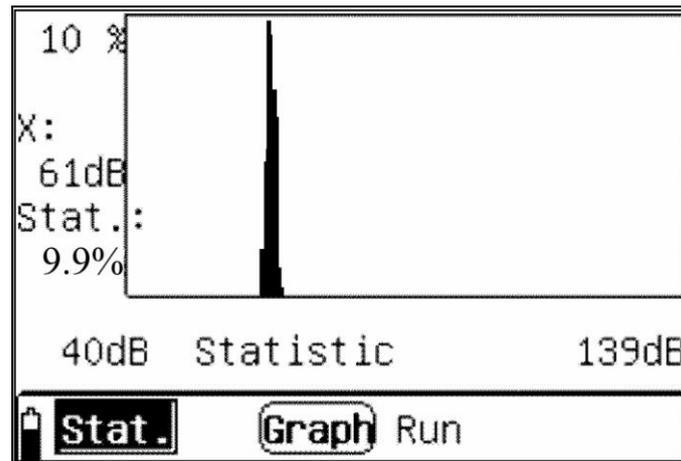

Fig. 13: Videata grafica analisi statistica
8. La videata mostra il diagramma della distribuzione statistica corrispondente alla registrazione in corso con aggiornamento ogni secondo. Sulla parte sinistra del grafico è riportata la percentuale statistica del livello di pressione sonora corrispondente al valore in dB misurato dello strumento, modificabile usando i tasti freccia “◀” e “▶” nell’ambito del range di misura riportato sull’asse delle ascisse. Nell’esempio di Fig. 13 il valore della pressione sonora è di 61dB nel 9.9% dei valori misurati all’interno del campo 40 – 139dB